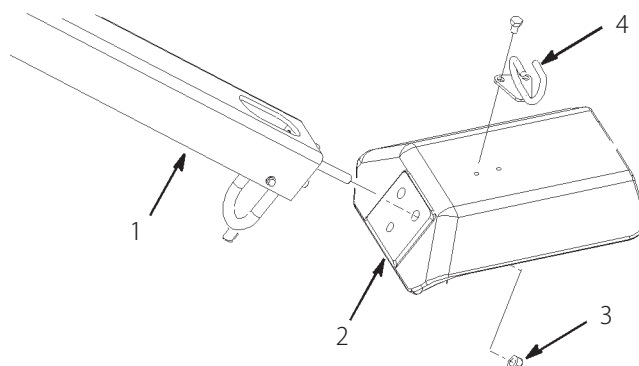

図 3
2. フォーク(図3)の穴に、ハンドル取り付け用スタッドを差し込む。
5. キャップスクリュ (5/16 x 1/2"; 2 本) を使って、フォーク上部にケーブル・ガイドを取り付ける(図3)。